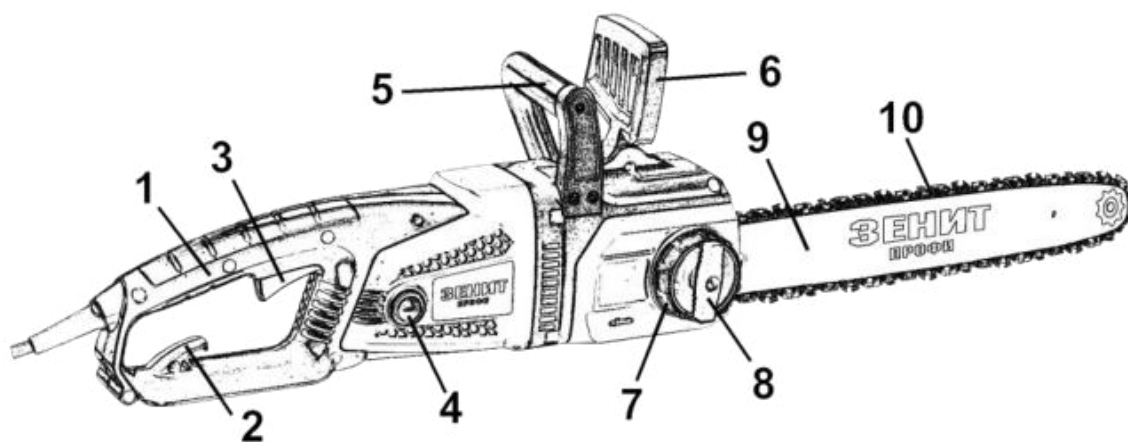

Рисунок 1
3.1.2 Відкрутіть фіксатор (8, рисунок 1), від'єднайте захисну кришку приводного зубчастого колеса.
4.1.2 Для ввімкнення виробу натисніть на кнопку блокування від випадкового ввімкнення (розташована з лівої сторони основної рукоятки), а потім на курок вимикача (3) (рисунок 1). Для відключення виробу слід курок вимикачу відпустити.